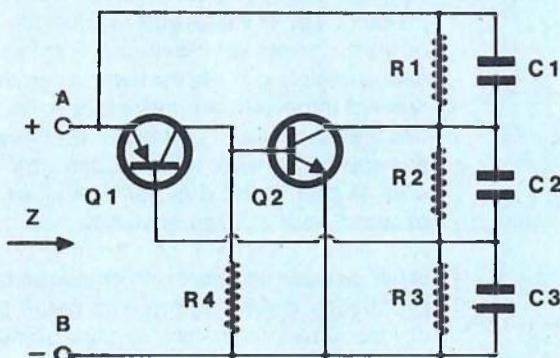

Figure 3
La valeur de la résistance négative ne dépendra dans le montage proposé, que des valeurs des composants passifs. Elle est indépendante des deux transistors, tant que leurs gains de courant sont élevés. En ajoutant des condensateurs (voir **figure 3 A**) le circuit se transforme en une réactance inductive (**figure 3 B**).
Dans le montage de la **figure 3 A** le schéma a été complété par les condensateurs C_1 , C_2 et C_3 .
L'impédance Z vue des points + A et - B est équivalente à celle représentée en (B) **figure 3** qui comprend la résistance négative $-R_n$ en série avec la bobine simulée L .
En se reportant à la **figure 3** on voit que :